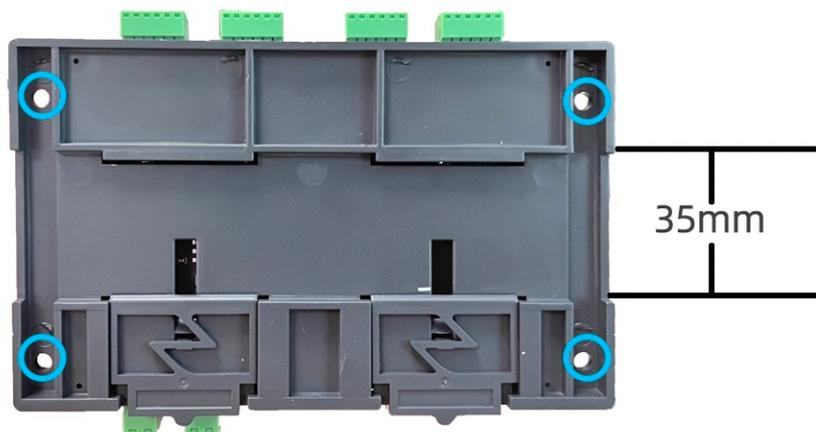

图 3-1:5601 附件解码器背面示意图
- 1) 如图 3-1 所示，在蓝色圆圈圈出来的地方在用四个螺丝钉将 5601 固定在沙盘上方便使用的地方。
- 2) 如图 3-1 和 3-2 所示，通过 35mm 的电工导轨将 5601 安装在沙盘上，这种安装方式的好处是只需要在沙盘任意方便的地方安装合适的电工导轨，5601 便可很快固定好。可以很方便的快拆快装。